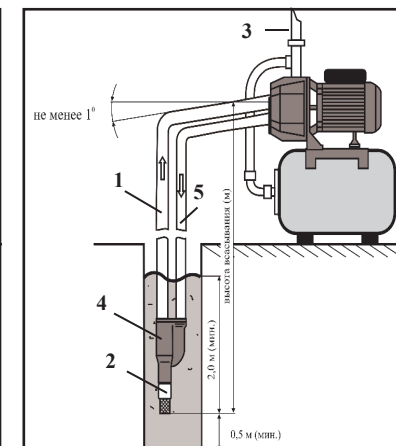

рис. 3
6.3.2 Установите станцию на ровной, твёрдой поверхности. Всасывающую трубу/шланг 1 (рис.3) подсоедините к входному отверстию в корпусе насоса, расположите под углом к входному отверстию, другой конец всасывающей трубы/шланга присоедините к подающему патрубку собранного эжектора 4 (рис.3).
6.3.3 Рециркуляционную трубу/шланг 4 (рис.3) подсоедините к выход-
ному отверстию (для эжектора) в корпусе насоса, расположите под углом к выходному отверстию, другой конец рециркуляционной трубы присоедините к собранному эжектору 4 (рис.3).
Внимание! Для оптимального функционирования насоса станции рекомендуется эжектор оснащать обратным клапаном 2 (рис.3) (в комплект поставки не входит).